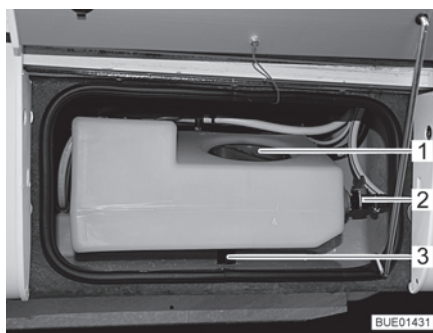
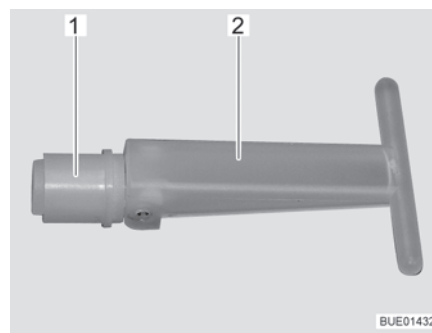

Fig. 163 Réservoir d'eau supplémentaire
Fig. 164 Bouchon de fermeture
Quand le robinet de vidange (Fig. 163,2) est ouvert, la contenance du réservoir d'eau supplémentaire est limitée à env. 30 l ; l'eau en surplus s'écoule. Quand le robinet de vidange est fermé, le volume complet du réservoir est disponible.
Quand on tire sur le bouchon de fermeture (Fig. 164,1) à l'intérieur du réservoir d'eau supplémentaire, l'eau s'écoule par l'orifice d'écoulement (Fig. 163,3). Le bouchon de fermeture est accessible par l'ouverture de service (Fig. 163,1).
- S'assurer que le bouchon de fermeture (Fig. 164,1) est fermé dans le réservoir d'eau supplémentaire (la poignée (Fig. 164,2) est rabattue).
- S'assurer que le robinet de vidange (Fig. 163,2) est fermé.
- Ouvrir l'ouverture de service (Fig. 163,1) dans le réservoir d'eau supplémentaire.
- Placer la poignée (Fig. 164,2) du bouchon de fermeture (Fig. 164,1) à la verticale à travers l'ouverture de service et retirer le bouchon.